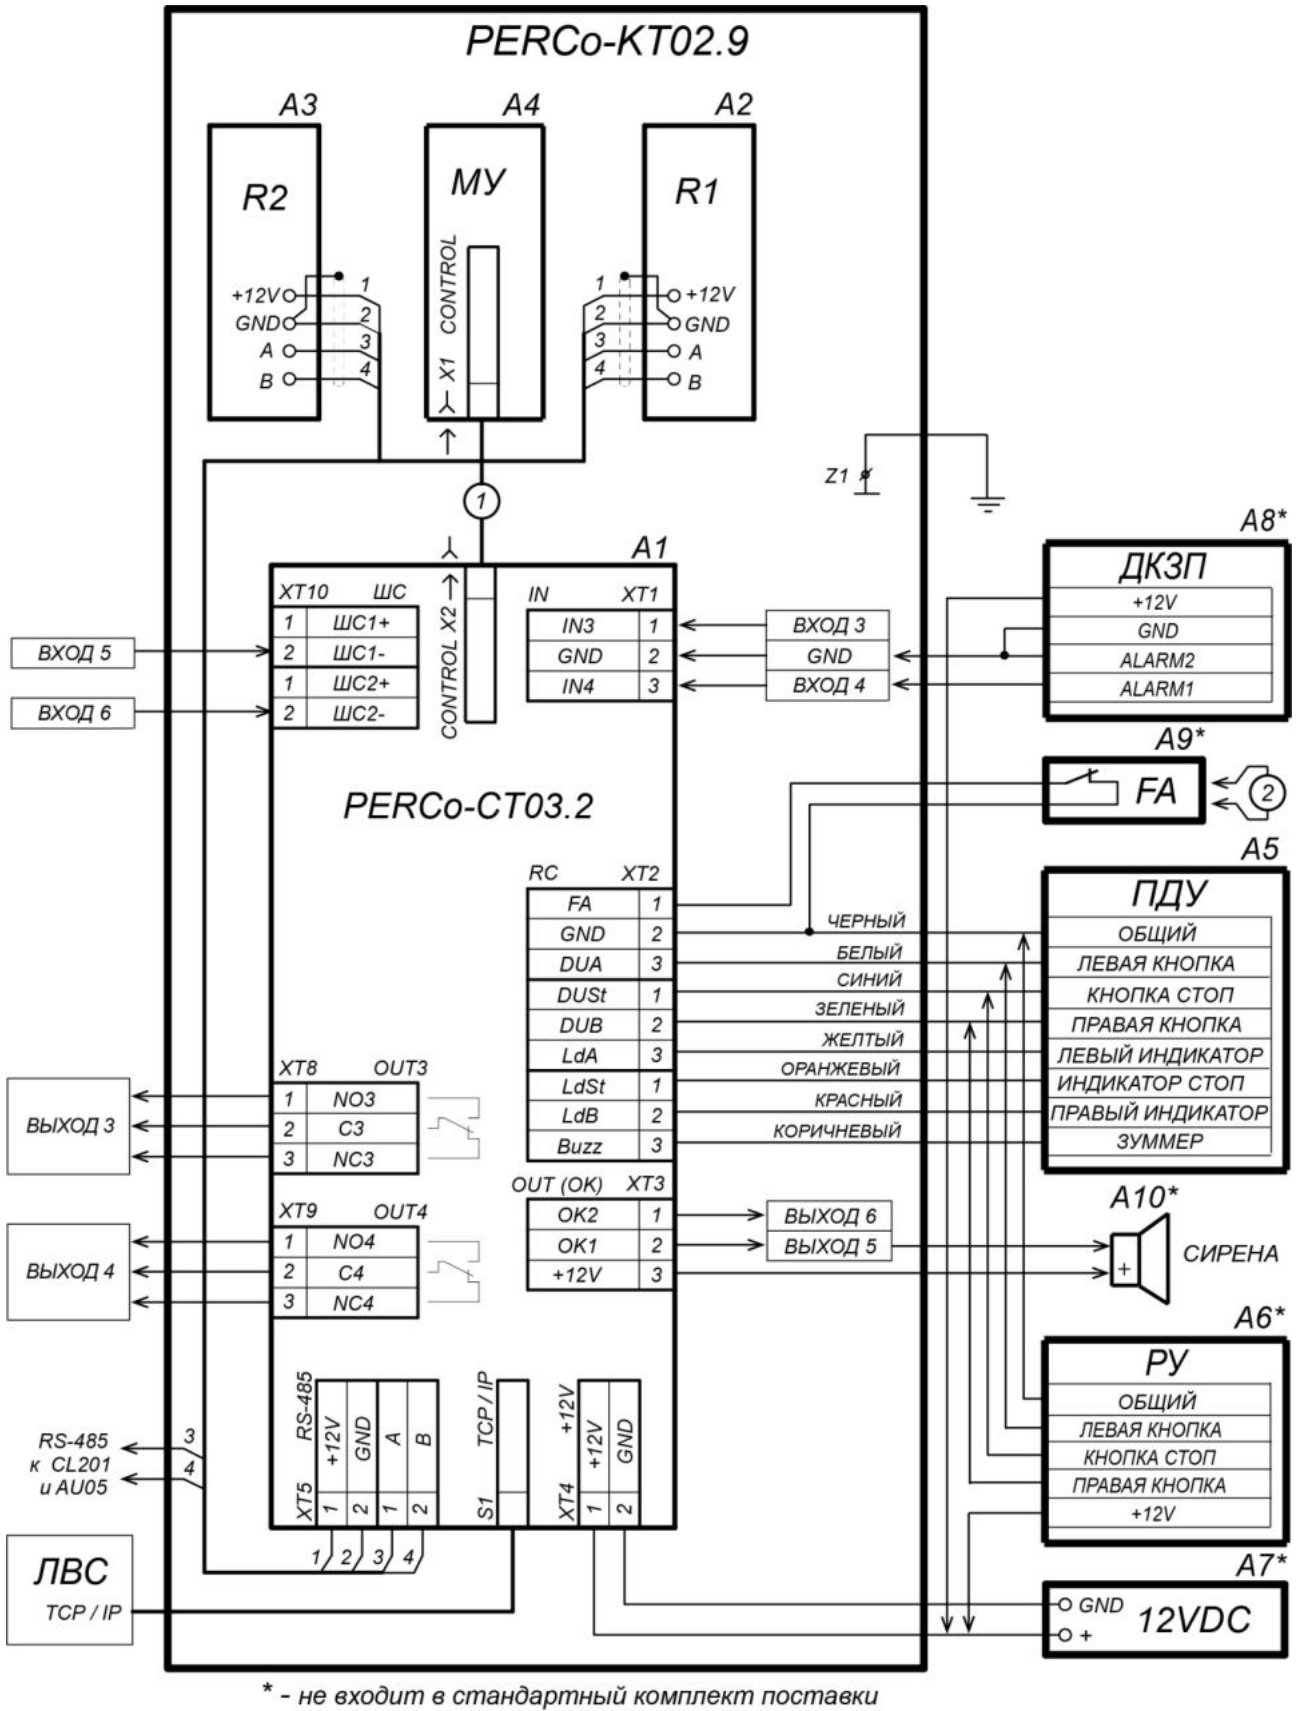

Рисунок 11. Схема подключения ЭП и дополнительного оборудования
Расположение клеммных колодок на нижней плате контроллера ЭП показано на рис. 6, назначение контактов клеммных колодок указано в табл. 1. Схема подключения приведена на рис. 11. Используемые при подключении типы кабелей указаны в табл. 4. При монтаже ЭП придерживайтесь следующей последовательности действий:
10. Подключите кабель питания (12) к клеммной колодке **XT4** на нижней плате контроллера согласно схеме, приведенной на рис. 11.
11. Подключите кабель (10) ПДУ (9) к клеммной колодке **XT2** согласно схеме, приведенной на рис. 11.
12. Подключите, при необходимости, кабели от других устройств к соответствующим клеммным колодкам нижней платы контроллера согласно схеме, приведенной на рис. 11.
Z – контакт заземления; позиционные обозначения A1-A4 и Z – указаны на рис.11